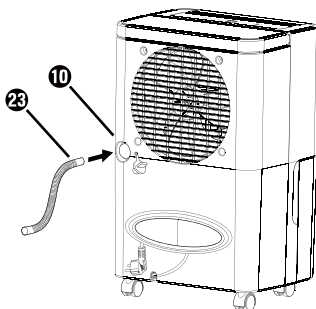

Fig. 4
- ◆ Applicare il tubo flessibile **23** fornito o l'adattatore UE per tubi da giardino **24** all'apertura di uscita dell'acqua **10** (vedere figure 4 e 5).